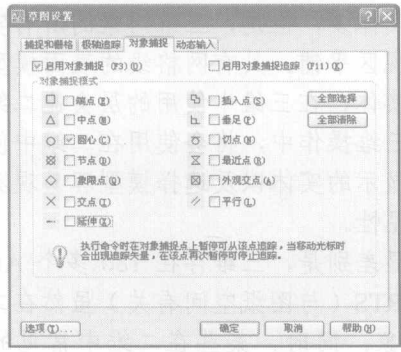

图1-7 【草图设置】对话框
7. 设置捕捉选项。选取所需的对象捕捉选项，设置如图 1-7 所示。